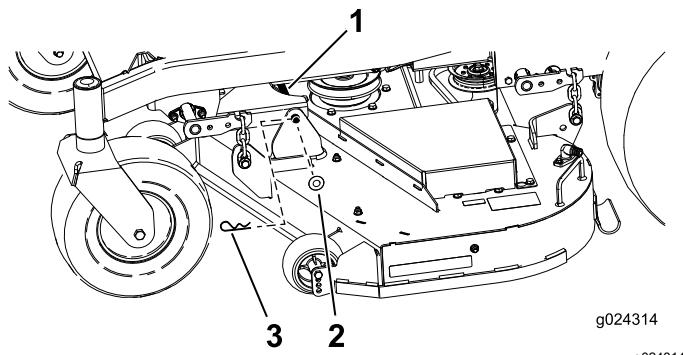

Figura 68
1. Retire la chaveta y la arandela que sujetan el pasador de enganche largo al bastidor y a la carcasa; retire el pasador de enganche (Figura 68).
9. Sujete el perno de enganche con las chavetas y las arandelas que retiró anteriormente (Figura 68).